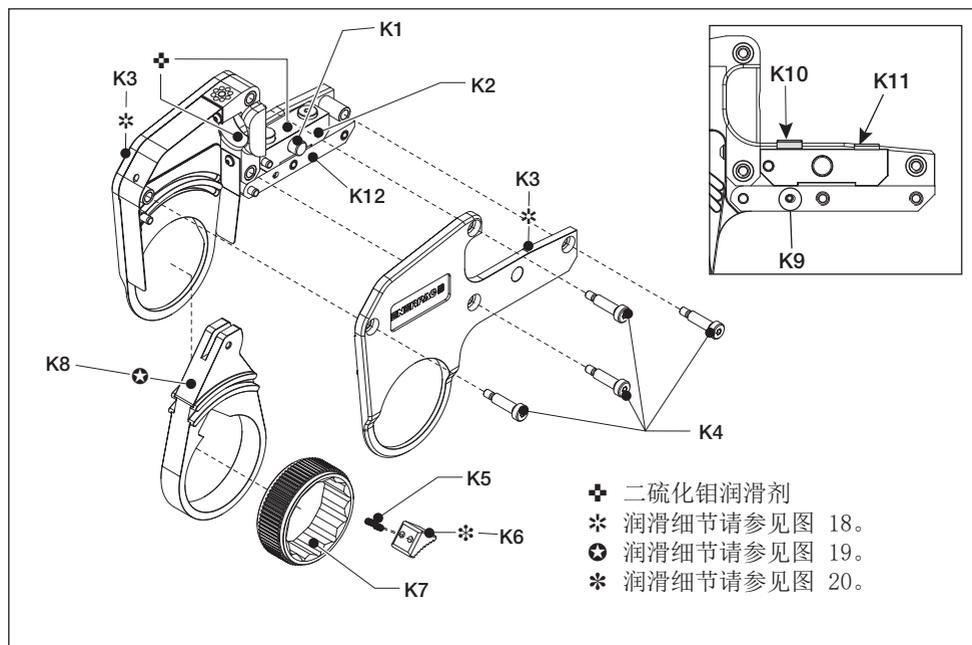

图 16
驱动盒 (图 16、18、19 和 20)
- 为油缸定位板钻孔和销挡圈总成顶部涂抹薄薄一层二硫化钼润滑剂。二硫化钼润滑剂涂抹位置请参见图 16。(+)。
5.5 全面维护 - 驱动盒 (图 16、18、19 和 20)
- 擦干所有组件。按照图 16 和图 18 的指示涂抹薄薄一层二硫化钼润滑剂 (⊕)。有关涂抹二硫化钼润滑剂的更多信息请参见第 5.4 节。